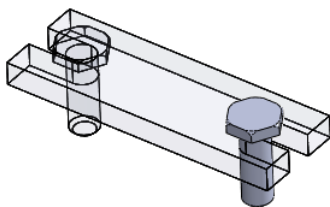

图 4.9.3 装配体编辑状态
Step3. 选择命令。在“装配体”工具栏中单击 按钮（或在设计树中右击 **symmetry_02<1>** 节点，在弹出的快捷菜单中单击 按钮），此时装配体进入编辑状态，如图 4.9.3 所示。